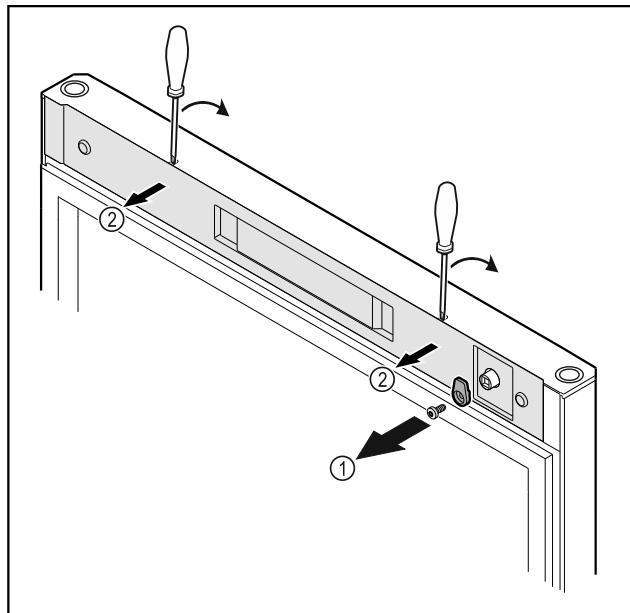

Fig. 18
- ▶ Odskrutkujte zatvárací hák Fig. 18 (1).
- ▶ Odistite kryt Fig. 18 (2) malým skrutkovačom a odoberte ho.